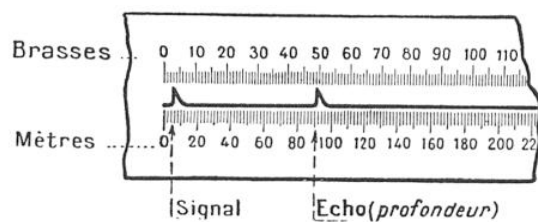

FIG. 10. — COMMENT SE PRÉSENTE L'ÉCHELLE GRADUÉE PENDANT UN SONDAGE
L'observateur voit par suite, sur l'échelle graduée (fig. 10), le point lumineux se déplacer de gauche à droite, tracer une dent correspondant au signal d'émission, puis une dent correspondant à l'écho. Le sondage se répète à chaque seconde (1). La lecture du fond se fait sur l'échelle graduée, directement en profondeurs. Sur la figure 10, le fond est de 90 mètres ; on remarquera que la dent d'émission a été réglée pour un tirant d'eau du bateau de 4 mètres.